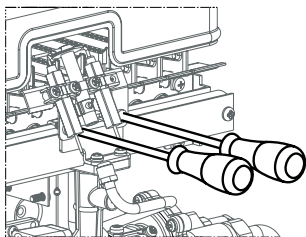

Рисунок 9
- 2.8.3 С помощью отвертки открутите винты с опорного кронштейна и снимите пилотную горелку без разбора электрода розжига, пилотной горелки и электрода контроля пламени (рисунок 9–10).